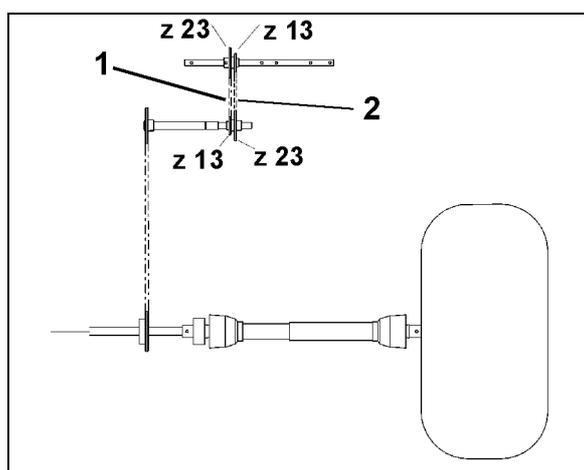

Fig. 33
- Démultiplication lente pour quantités normales (Fig. 33/1).
- Démultiplication rapide pour quantités importantes (Fig. 33/2).